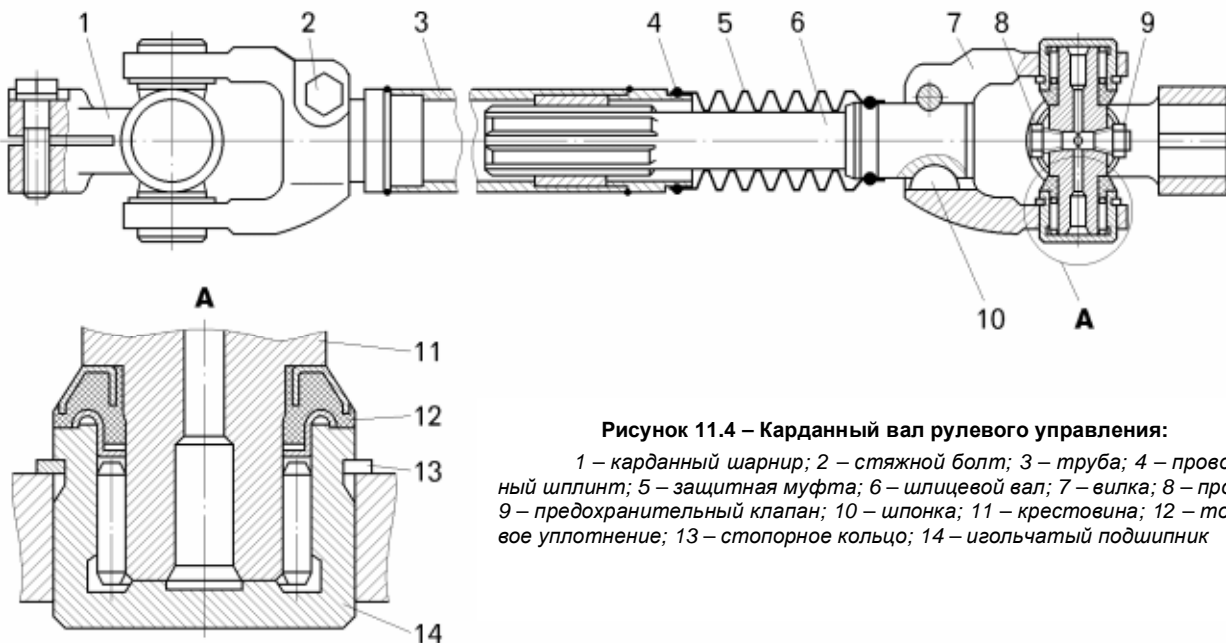

Рисунок 11.4 – Карданный вал рулевого управления:
– вывернуть болты 2 (рисунок 11.4) крепления карданных шарниров и снять карданные шарниры с вала рулевой колонки;